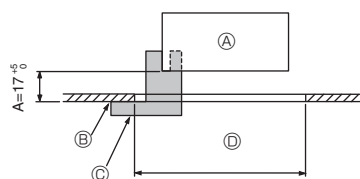
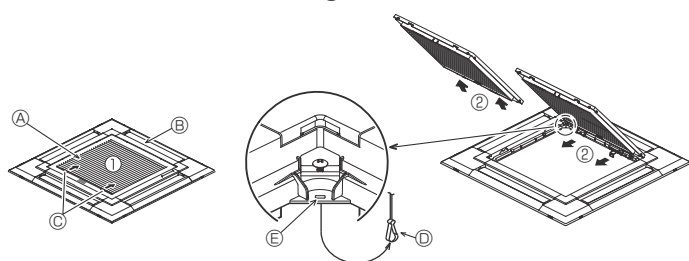

Fig. 9-2
Fig. 9-3
①	Gitter	1	950 × 950 (mm)
②	Installationsmåler	1	(Delt i fire)
③	Trådløs fjernbetjening	1	Til PLP-6EALM2
④	Holder til fjernbetjening	1	Medfølger hvis udstyret med trådløs fjernbetjening. *
⑤	LR6 AA-batterier	2	Medfølger hvis udstyret med trådløs fjernbetjening. *
⑥	3,5 × 16 pladeskruer	2	Medfølger hvis udstyret med trådløs fjernbetjening. *
9.2. Forberedelser til fastgørelse af gitteret (Fig. 9-2)
• Juster og kontrollér placeringen af hovedenheden i forhold til loftsfladen med måler ②, der følger med dette sæt. Hvis hovedenheden ikke placeres korrekt i forhold til loftsfladen, kan der opstå luftlækager eller kondensdannelse.
- Ⓒ Installationsmåler ② (sat ind i hovedenheden)
9.2.1. Afmontering af indtagsgitteret (Fig. 9-3)
• Skub håndtagene i retningen angivet af pilen ① for at åbne indtagsgitteret.
• Med indtagsgitteret i "åben" position fjernes indtagsgitterets hængsel fra gitteret som vist med pilen ②.
[Fig. 9-3] [Fig. 9-4]